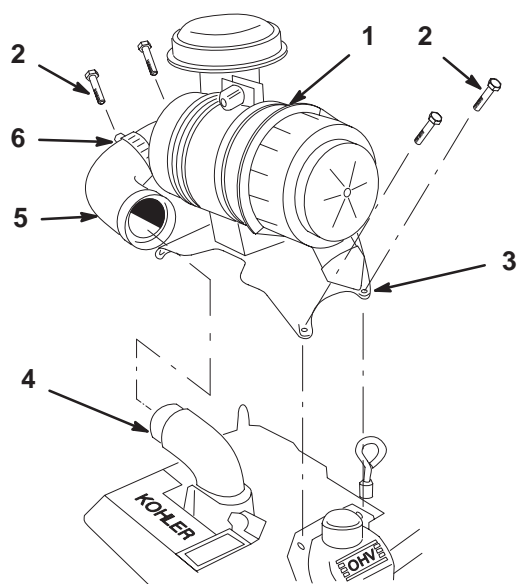

Figure 7
1. Sortez le filtre à air de la boîte. Conservez le filtre à air et son support ensemble (Fig. 7).
2. Retirez les deux vis de montage sur les couvre-culasses (Fig. 7).
3. Posez le filtre à air sur le moteur et alignez les trous du support avec ceux des couvre-culasses (Fig. 7).
4. Placez les vis dans le support du filtre à air et les couvre-culasses (Fig. 7).
5. Retirez les bouchons en plastique du coude d'admission d'air sur le moteur et le flexible du filtre à air (Fig. 7).
6. Raccordez le flexible au coude d'admission d'air sur le moteur et le filtre à air. Serrez les colliers pour fixer les raccords du flexible (Fig. 7).